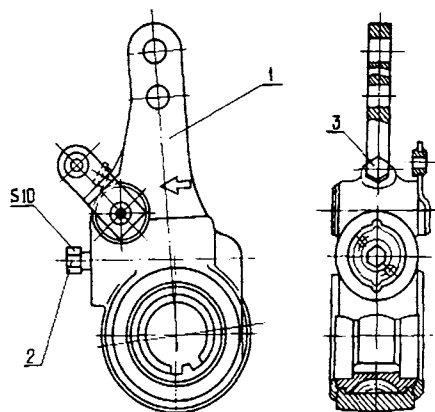

Рис. 6-10. Регулятор тормоза РТ-40
Регулятор тормоза РТ-40 (рис.6-10.) предназначен для передачи усилия от штока пневмокамеры на разжимной кулак вала и для автоматической регулировки зазора между накладками и тормозным барабаном.
1. Утопить фиксатор 2 (рис.6-10.) регулятора тормоза и вращать ключом против часовой стрелки до возврата жимного кулака тормоза в исходное положение. При этом зазор между тормозной накладкой и барабаном знет максимальным.
При обслуживании регулятора тормоза следует смазать его один раз в два года, нагнетанием через отверстие закрытое пробкой 3 (рис. 6-10.) смазки ЖТ-72 ТУ 38 101345-77 в количестве 40...50 г.